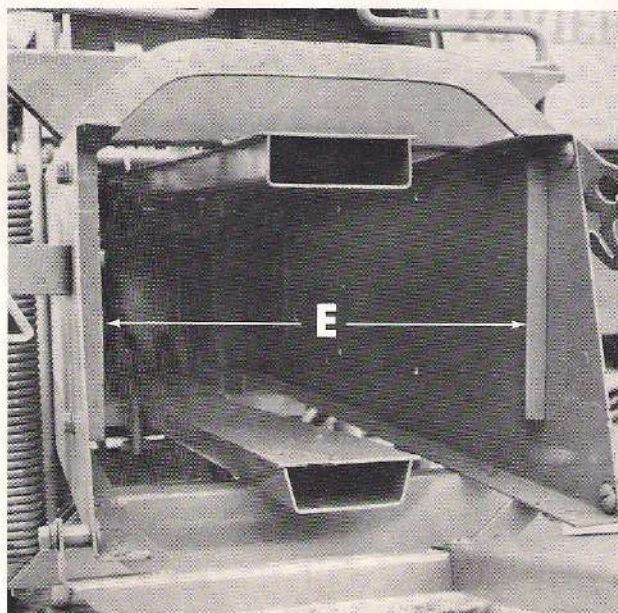

Fig. 12
Ajouter 1-2 ou 3 paires de taquets de retenue (Fig. 12 Rep. E).
– Add 1-2 or 3 sets of strax retainers (Fig. 12 Ref. E).
– 1-2 oder 3 Paar zusätzliche Bremspflocke einbauen (Abb. 12 E)
– añadir 1-2 o 3 pares de calzos (fig. 12 – ref. E)